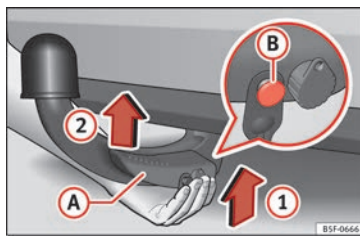

Fig. 226 Colocar bola desmontable / perno de desbloqueo en el estado desplegado
- Sujete la bola desmontable desde abajo » fig. 226 y encájela en el alojamiento del gancho siguiendo el sentido de la flecha (1) hasta que se encastre de forma audible » ⚠.